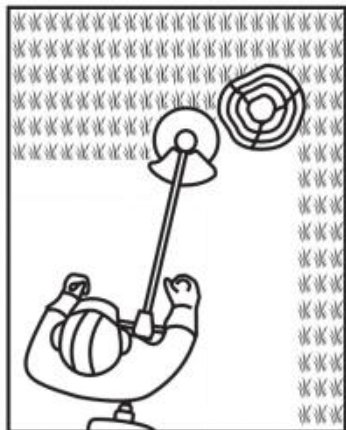

Fig. 48
2. Preste especial atención al trabajar cerca de árboles y arbustos. El cabezal de corte podría dañar la corteza sensible y los postes de la cerca (Fig. 48).